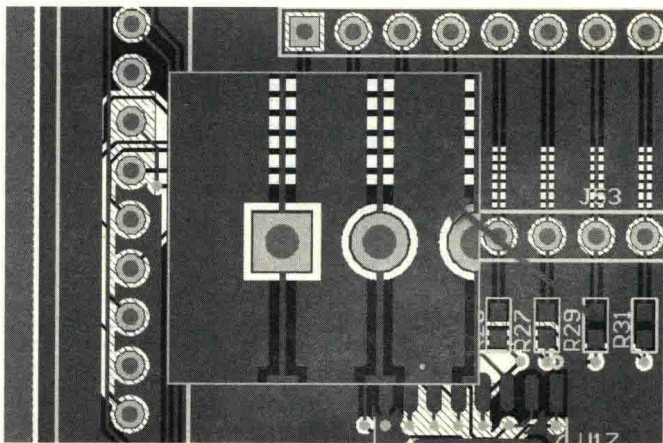

图 15-10 放大镜
7. 问：如图 15-10 所示，无意中按出来放大镜，影响操作，怎么关闭？